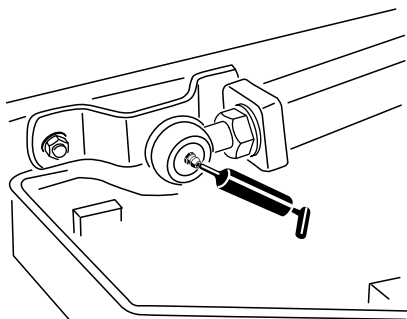

Figure 41
- 2 rotules de bras de levage (Figure 41)